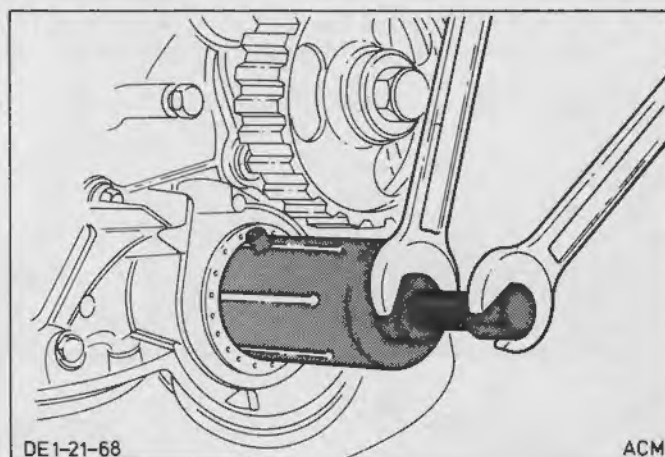

Fig.131. Afmonter pakdåsen med specialværktøj
11. Træk pakdåsen ud ved hjælp af specialværktøj 21-008-A i forbindelse med mellemstykket 21-008-A-01, Fig.131.